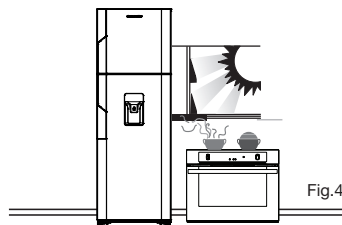

Fig.4
• Para una óptima operación, evite colocar el aparato cerca de fuentes de calor como: rayos solares, hornos, cocinas, quemadores, calentadores, etc. Al estar cerca de altas temperaturas ocasiona deficiencia en el enfriamiento e incrementa el consumo de energía. Si la temperatura ambiente alrededor del aparato es baja (menos de 10 °C), los alimentos del compartimiento refrigerador pueden congelarse o el compartimiento refrigerador puede funcionar de manera anormal. Ver Fig. 4